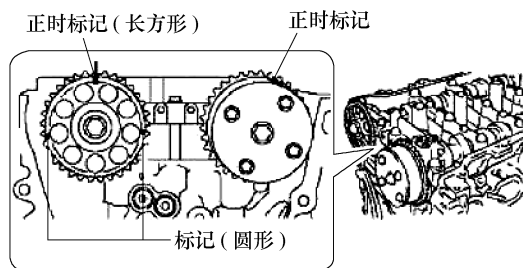
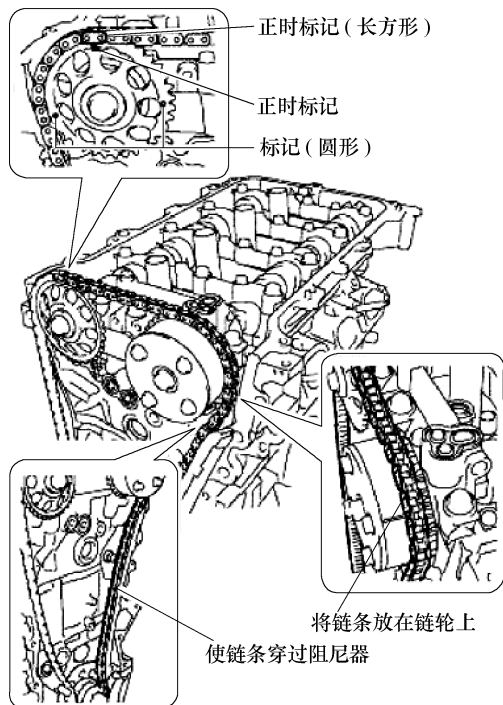

图 1-280 对准凸轮轴正时齿轮
图 1-281 对准正时链正时标记
③ 检查并确认凸轮轴正时齿轮和凸轮轴正时链轮上的正时标记如图 1-280 所示对准。
④ 拆下曲轴带轮螺栓。
① 如图 1-281 所示，对准标记板(橙色)